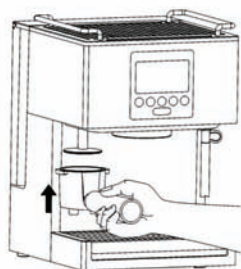

Рис. 4
- 11.9. Убери избыток кофе с края фильтра и утрамбуй кофе при помощи трамбовки в кофеварке (6) или трамбовки мерки (14) (Рис. 4).
- 12.9. Убери избыток кофе с края фильтра и утрамбуй кофе при помощи трамбовки в кофеварке (6) или трамбовки мерки (14) (Рис. 4).
- 13.9. Убери избыток кофе с края фильтра и утрамбуй кофе при помощи трамбовки в кофеварке (6) или трамбовки мерки (14) (Рис. 4).